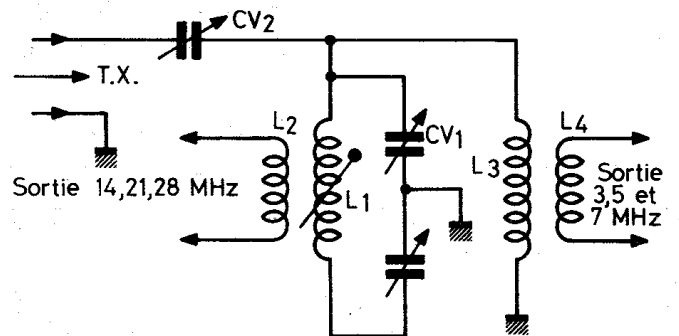

Fig. 12 – Le « Z match »
- le «**Z match**» (fig. 12)
« Si ce coupleur a parfois été proposé pour attaquer une antenne à ligne symétrique, Lévy ou Zéppelin, c'est dans une très mauvaise compréhension de fonctionnement réel de ces dus aériens, lesquels requièrent absolument un accord (série ou parallèle) au bas de la ligne. Dans le cas du schéma de la Fig. 12, aucuns de ces modes d'accord n'a été prévus aux bobines L2 ou L4, malgré que cela « semble fonctionner ».